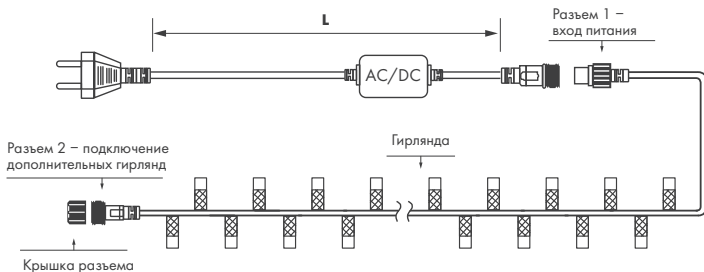

Рис. 1. Схема подключения гирлянд к шнуру питания
3.3. Присоедините к разъемам шнура питания гирлянды, подключите к сети питания AC 230 В согласно схеме, представленной на рис. 1, и проверьте работоспособность гирлянды.